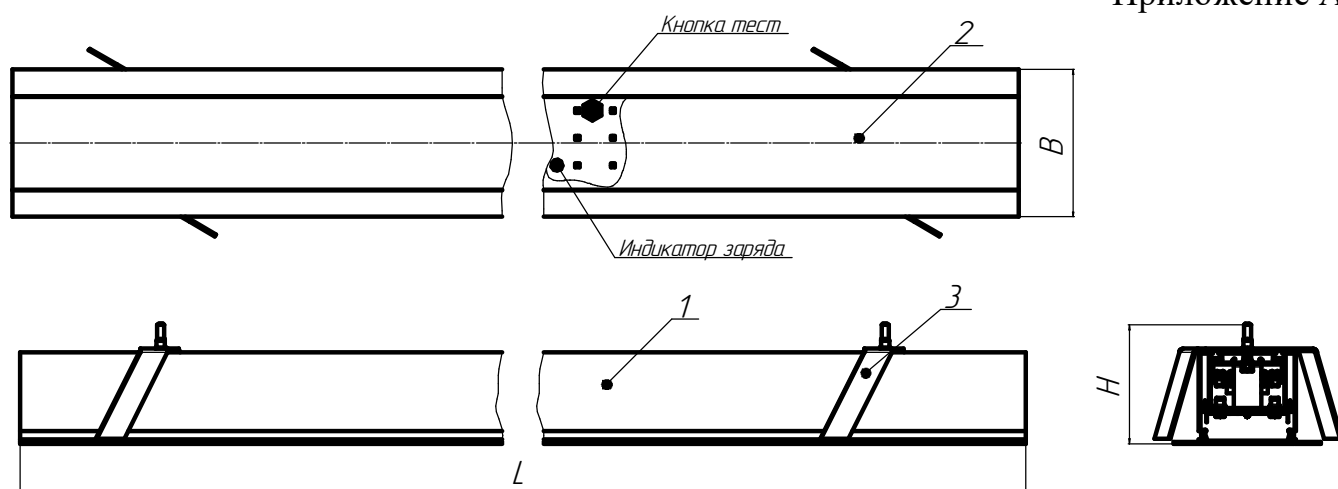

Рисунок 1 - Общий вид светильников ДВО02 ЕМ
5.9 В светильниках присутствует ручное тестирование аварийного режима. Выключите светильник. Нажмите кнопку, находящуюся под рассеивателем на панели со светодиодными модулями (рисунок 1). Источник питания светильника переключится в аварийный режим, напряжение на светодиодные модули будет подаваться от аккумулятора. Для возврата в рабочий режим, отпустите кнопку ручного тестирования.